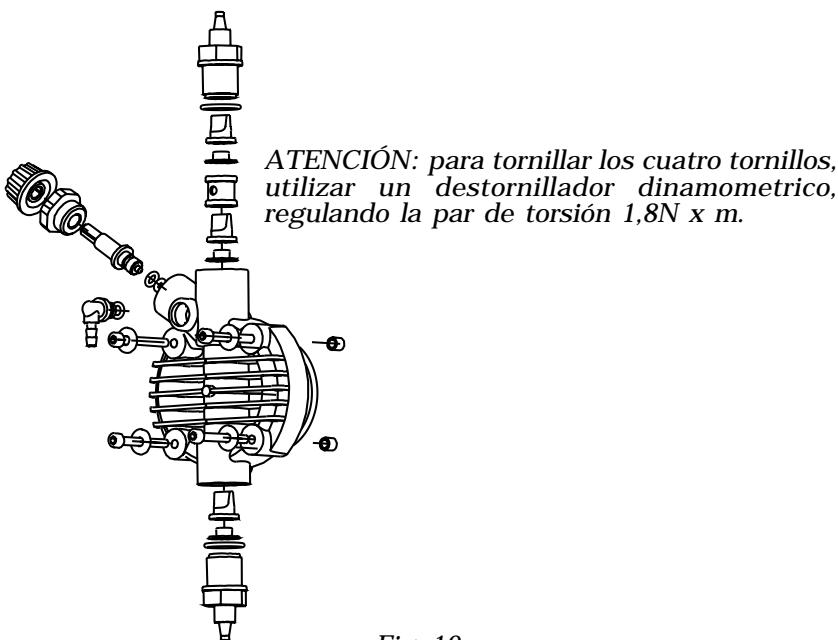

Fig. 10
2. Revise el funcionamiento de la bomba al menos cada 6 meses, así como la posición de los tornillos y de las juntas de impermeabilización. El control debe ser efectuado con más frecuencia en líquidos agresivos, prestando especial atención en la concentración de aditivo en la instalación. Su reducción podría ser debida al desgaste de las válvulas (en tal caso se deben sustituir siguiendo los pasos de la Fig.10) o al atasco del filtro, que se debe limpiar como se indica en el punto 3.
También se puede efectuar esta operación de la forma siguiente: una vez la bomba está desconectada de la instalación, sujetela boca abajo por unos pocos segundos (15-30) sin que los tubos estén conectados a los empalmes. Si resulta imposible, desmontar y volver a montar el cuerpo de la bomba (Fig.10) utilizando los cuatro tornillos de fijación.